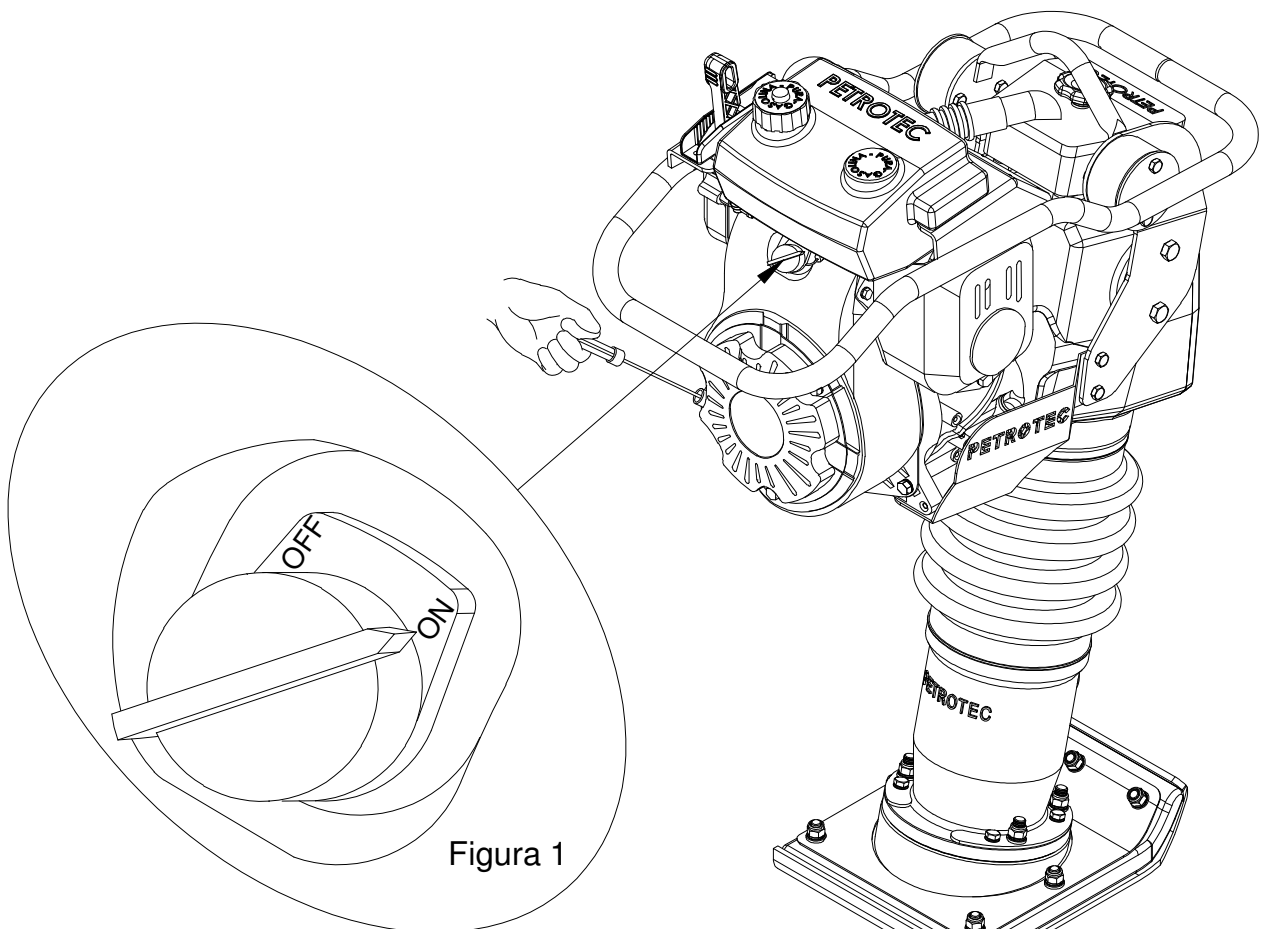

Figura 1
Localizada na parte traseira do motor, a chave na posição (OFF) interrompe o funcionamento do motor, e na posição (ON) está preparado para iniciar a partida. (Figura 1).
Coloque a chave do interruptor de ignição na posição ON (figura 1), coloque a alavanca do afogador na posição fechada (frente) (pag.10), acione a alavanca do acelerador na posição aceleração, puxe a manopla de partida lentamente até sentir uma leve resistência (figura 2), em seguida puxe-a com força. Não permita que a manopla de partida retorne rapidamente. Retorne-a lentamente segurando-a, para evitar danos ao sistema de partida.